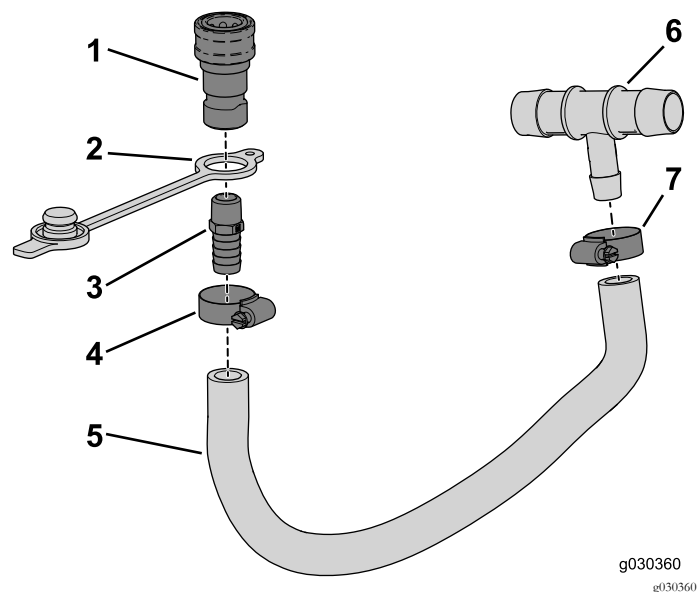

Figura 17
2. Deslize o bujão de resguardo por cima da extremidade roscada da união reta, como se mostra na Figura 17.
3. Enrosque a união reta no acoplador fêmea (Figura 17).
6. Insira a extremidade estriada da união reta no tubo e prenda-a com a braçadeira de tubos como se mostra na Figura 17.
7. Insira a extremidade estriada da união em T no tubo e prenda-a com a braçadeira de tubos como se mostra na Figura 17.
1. Retire os tampões que cobrem os orifícios no tubo de suporte (Figura 17).